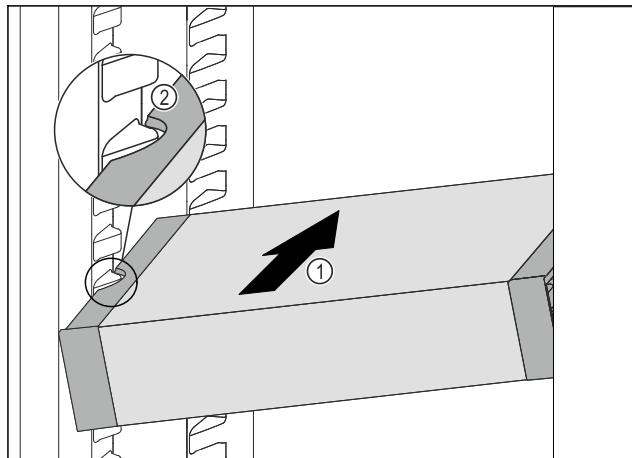

Fig. 54
- VarioSafe zasúvajte šikmo do chladničky Fig. 54 (1), dokým sa bočné vybrania Fig. 54 (2) VarioSafe nebudú nachádzať vo výške rebra nádoby v chladničke.